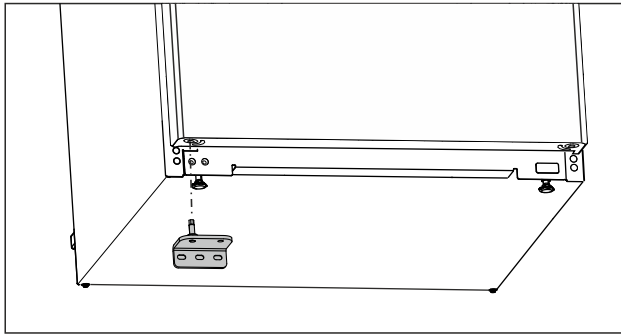

Fig. 21
- ▶ Sett inn den nedre lagerbukken på motsatt side. (se Fig. 21)